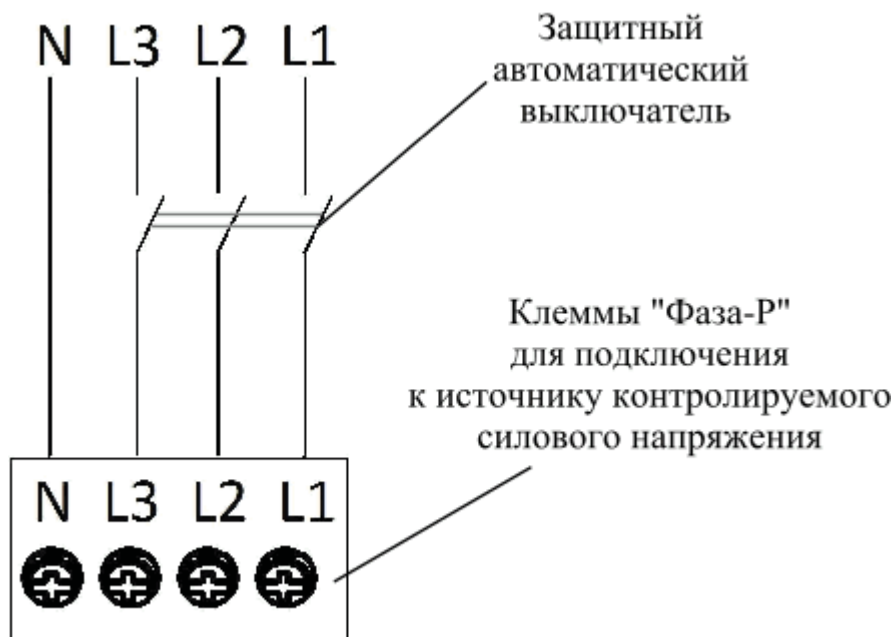

Рис. 6
Схема подсоединения детектора «Фаза-Р» к трехфазному источнику напряжения приведена на Рис. 6.
1. Для начала работы следует подать контролируемое питающее силовое напряжение на детектор «Фаза-Р». Для этого необходимо включить защитный автоматический выключатель (см. Рис. 6, Рис. 7, Стр. 11).
3. Для проверки формирования тревожного извещения необходимо выключить защитный автоматический выключатель (см. Рис. 6, Рис. 7, Стр. 11) и проконтролировать появление режима «тревога» на ППК ВОРС. Следует обратить внимание, что режим «тревога» должен появиться по истечении программно установленного времени задержки.
4. Снова включить защитный автоматический выключатель (см. Рис. 6, Рис. 7, Стр. 11).